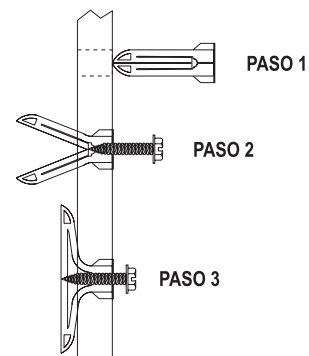

Figura 12
- 3b. Después de localizar los agujeros de ensamblaje, perforo (2) agujeros de 5/16" de diámetro en la pared. Inserte los (2) escudetes de expansión plástica. Inserte los (2) tornillos de 10 x 1-1/2" (suplicados en el juego de ferretería del Ventilador) en los (2) escudetes de expansión plástica. No apriete totalmente la cabeza de los tornillos a los escudetes de expansión plástica, deje un espacio de 7/16" entre la cabeza de los tornillos y los escudetes de expansión plástica. Referirse a la Figura 12.
4. En la parte superior de la carcasa exterior remueva (1) tornillo del agujero del espacio libre que une la carcasa exterior al ensamblaje del cabecero. También remueva los (2) tornillos que fijan la parte inferior de la carcasa exterior a la carcasa interior.
6. Remueva los (4) tornillos de 8 x 3/8" que fijan la parte frontal del ventilador a la envoltura del ventilador. Separar el frente del soplador de la carcasa del ventilador. Retire la carcasa del ventilador desconectando el conjunto del cable del interruptor del ventilador del cable de alimentación y del cable del motor.
- 7b. Después de localizar los agujeros de ensamblaje, perforo (2) agujeros de 5/16" de diámetro en la pared. Inserte los (2) escudetes de expansión plástica. Inserte los (2) tornillos de 10 x 1-1/2" (suplicados en el juego de ferretería del Ventilador) en los (2) escudetes de expansión plástica. No apriete totalmente la cabeza de los tornillos a los escudetes de expansión plástica, deje un espacio de 7/16" entre la cabeza de los tornillos y los escudetes de expansión plástica. Referirse a la Figura 12.